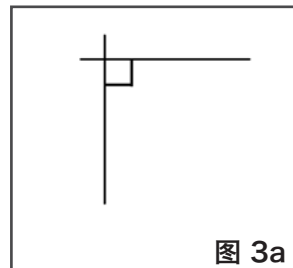

图 3a
3. **确定最终尺寸。**在一个垂直平面上，使用水平仪绘制一条水平线和一条垂线形成一个直角（图 3a）。从交叉点向下测量确定的“Y”尺寸并标记